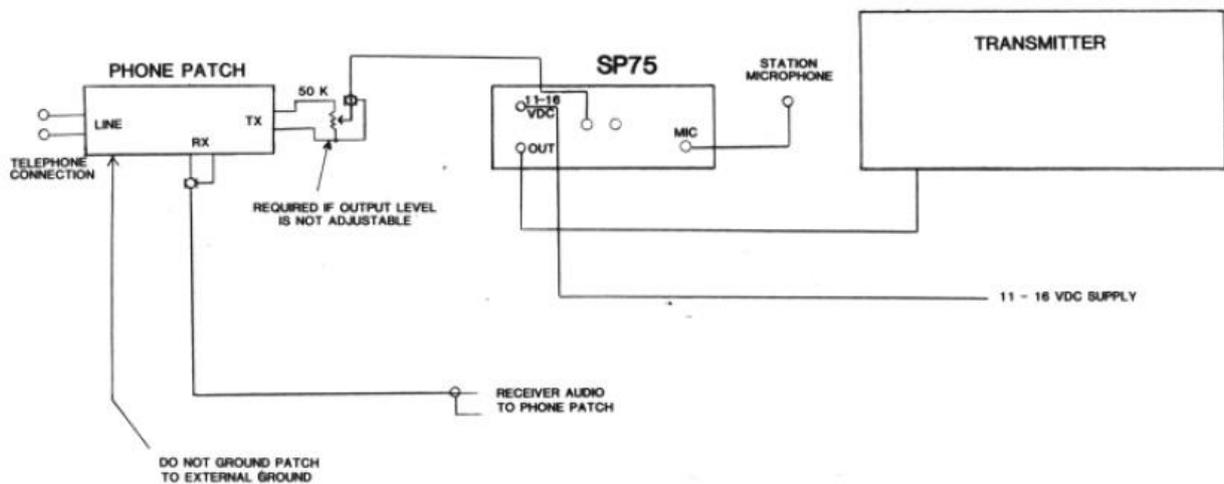

Figure 3 Phone Patch Connection to SP75
- Fig. 3 Conexión de acoplamiento telefónico a SP75